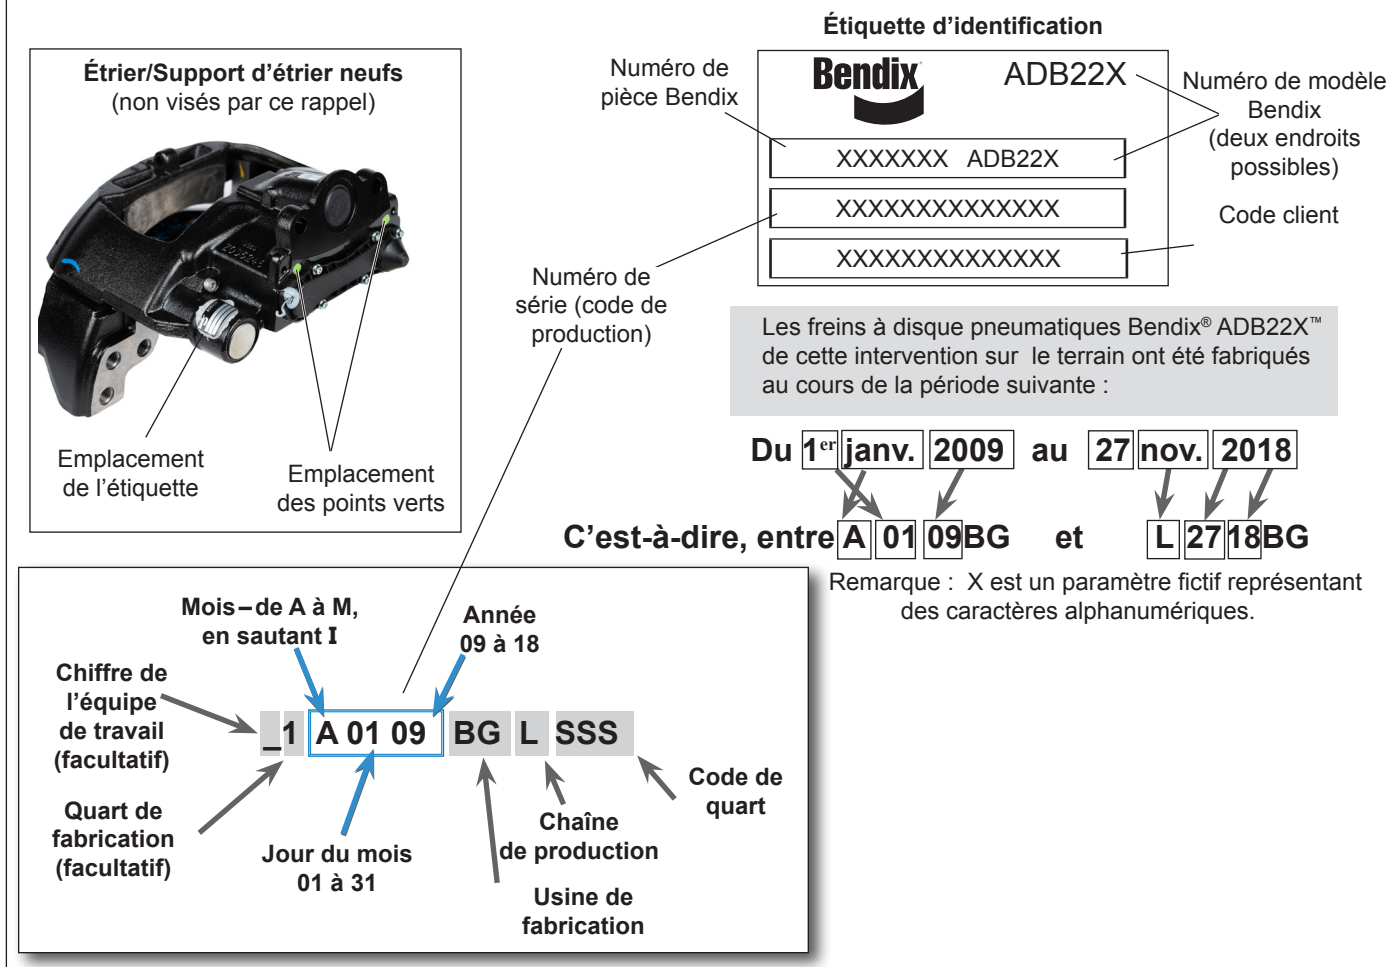

Figure 2 – Étiquette d'identification, frein à disque pneumatique Bendix® ADB22X™
4. Vérifier si l'étrier/le support d'étrier font partie de la campagne de rappel : regarder s'il y a un **point de couleur verte** à l'endroit indiqué dans la Figure 2. Un point vert indique que l'étrier/le support d'étrier du frein à disque pneumatique Bendix® ADB22X™ ont déjà été remplacés en vertu de la campagne de rappel.
5. S'il n'y a pas de point vert, rechercher l'étiquette d'identification sur l'étrier, montrée dans la Figure 2. Il faudra parfois gratter la peinture ou les débris de route pour identifier clairement l'ensemble de frein. *Passer à la section Étiquette d'identification pour son interprétation.*
L'étiquette d'identification fournit le numéro de pièce, le modèle de frein, le numéro de série (code de production) et, dans certains cas, un code client. Cf. Figure 2 pour l'interprétation de l'étiquette d'identification.